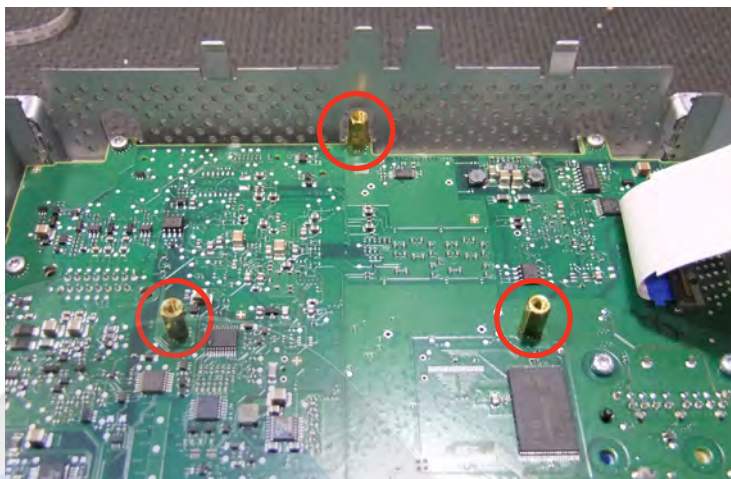

Imagen 11
5) Roscar los 3 soportes dorados suministrados sobre la placa principal (**extrayendo primeramente los 3 tornillos correspondientes**) (imagen 11).